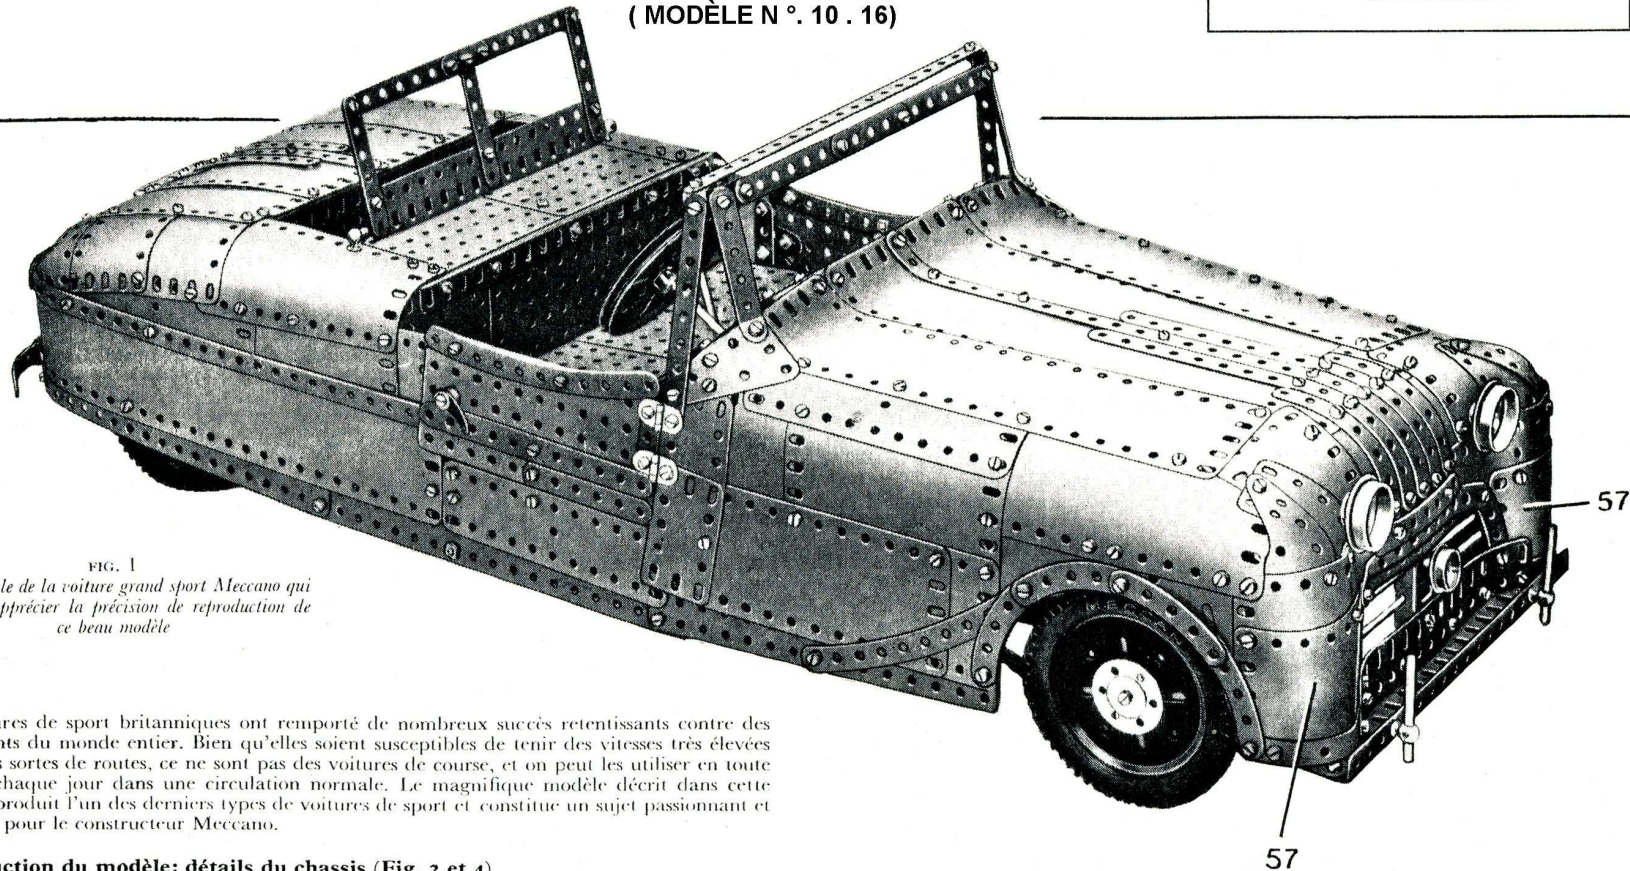

FIG. 1
La disposition générale des plaques qui forment les côtés et le dessus de la carrosserie apparaît clairement sur les figures 1, 9 et 10. L'avant est formé par une plaque flexible de 9×6 cm, (57) de chaque côté, et les angles intérieurs de ces plaques sont réunis par une poutrelle plate de 15 trous. Une poutrelle plate de 19 trous est fixée sur le devant par des équerres, et elle soutient une